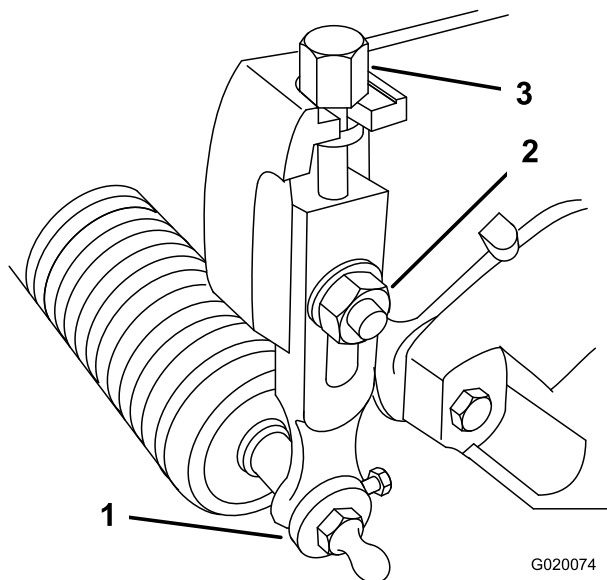

Рисунок 14
1. Ослабьте контргайки, которые крепят рычаги регулировки высоты скашивания к боковым пластинам режущего блока (**Рисунок 14**).